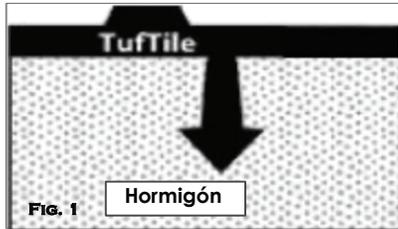

Fig. 1
2. Despacio y con cuidado ubique la baldosa en el hormigón empezando por un lado y continuando hasta que la baldosa entera sea uniforme con la superficie. (Fig. 1) **IMPORTANTE: No se pare encima de la baldosa durante la instalación.** Para el Radio o las Baldosas Conectadas, vea la caja más abajo.